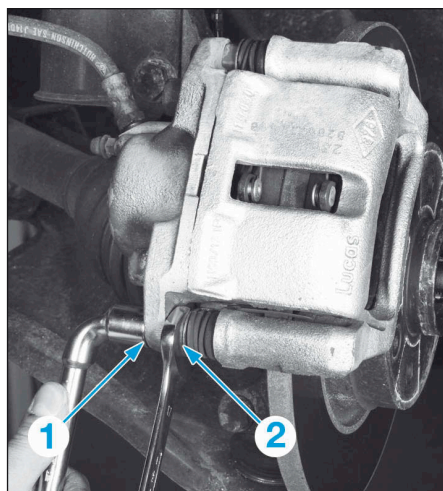

FIG.2
- Déposer la vis inférieure de colonnette (1) en maintenant l'écrou (2) (Fig.2).